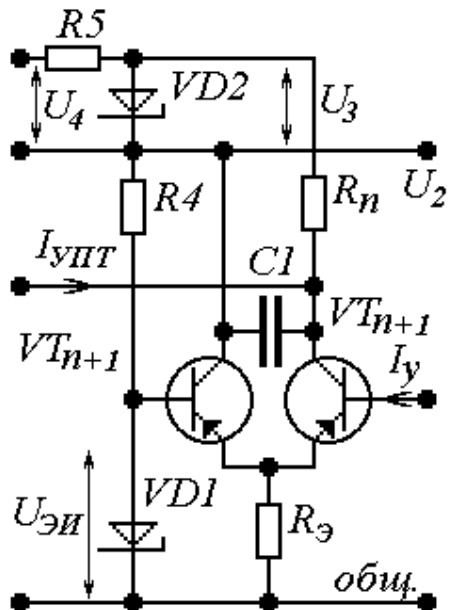

Рис.17. Вариант 3
$$R_5 \leq \frac{U_4 - U_3}{I_{cm2min} + 3I_{УПТmax}}, \text{ для рис. 17, 18, 19, 20.} \quad (21)$$
$$U_{K_{n+1}} = U_{2ном} + U_3 - U_{ЭИ}, \text{ для рис. 17, 18, 19, 20.} \quad (32)$$
$$R_Э = \frac{R_n U_{ЭИ}}{2U_3}, \text{ для рис. 17, 18, 19, 20.} \quad (38)$$
$$I_{K_{n+1}} = \frac{U_{2ном} + U_3 - U_{ЭИ}}{R_n}, \text{ для рис. 17, 18, 19, 20.} \quad (40)$$